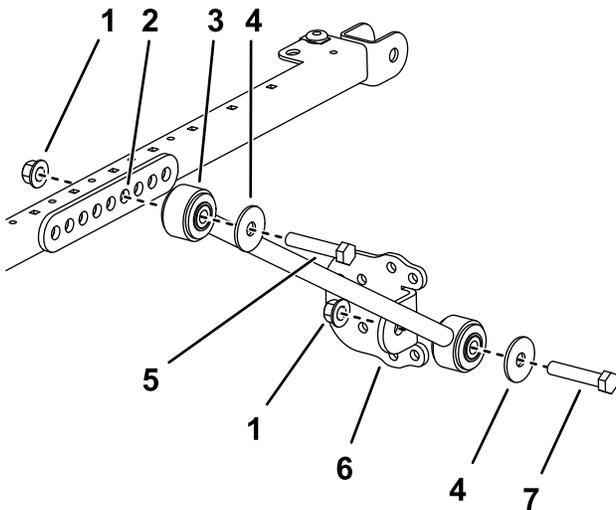

図 18
10. サンシェードのフレームの左右それぞれの側で、ブレース取り付け部の 4 番目の穴に延長リンクを仮止めするボルト $\frac{1}{2} \times 2\frac{3}{4}$ " 2本、フランジナット $\frac{1}{2}$ " 2個を使用して図 18のように取り付ける。
11. 各ブレースに、ブレースブラケットを仮止めするボルト $\frac{1}{2} \times 2\frac{1}{2}$ "、ワッシャ $\frac{1}{2}$ "、フランジナット $\frac{1}{2}$ "を使用し、図 18のように取り付ける。